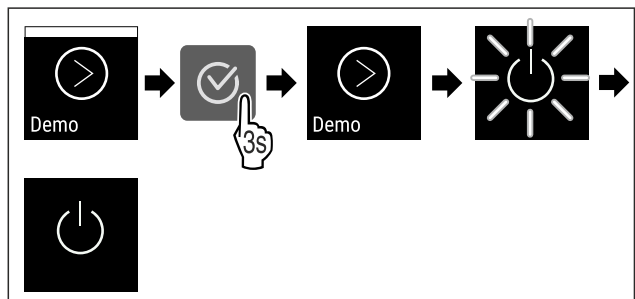

Fig. 111
- ▶ Følg anvisningene (se Fig. 111) .